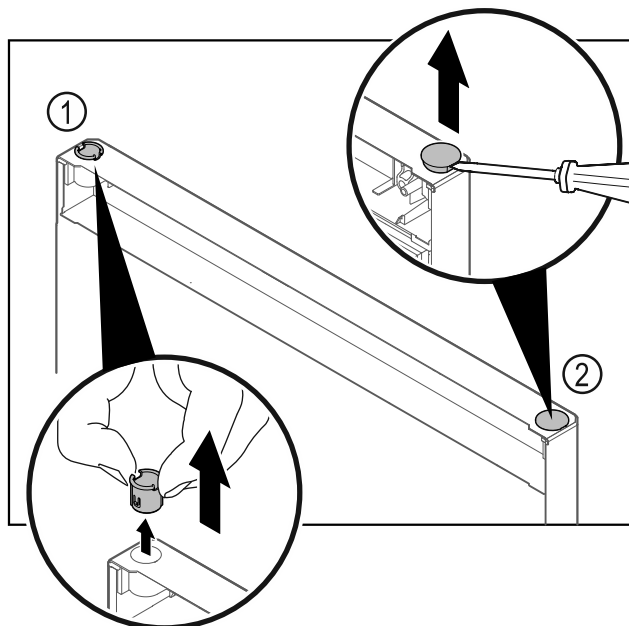

Fig. 21 Kyldörr
- ▶ Dra ut gångjärnsbussningen Fig. 21 (1) med fingrarna.
- ▶ Lyft försiktigt upp pluggen Fig. 21 (2) med en spårskruvmejsel och dra ut den.